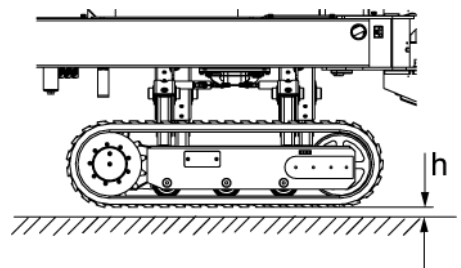

Abb. 145: Kettenfahrwerk entlasten
3. → Die Maschine mittels der Stützen so weit anheben, bis das Kettenfahrwerk gerade entlastet ist (Abb. 145/h = max. 20 mm) (☞ Kapitel 6.8 „Maschine in Arbeitsstellung bringen“ auf Seite 98).